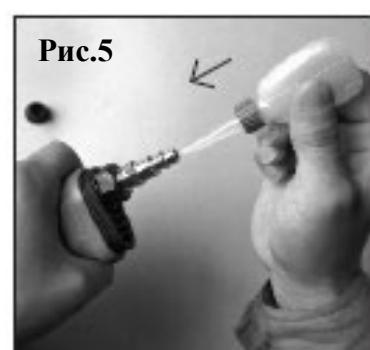

Рис.5
- Добавляйте 2-3 капли масла для пневматического инструмента (не входит в комплект) в штуцер перед каждым использованием. (Рис. 5).